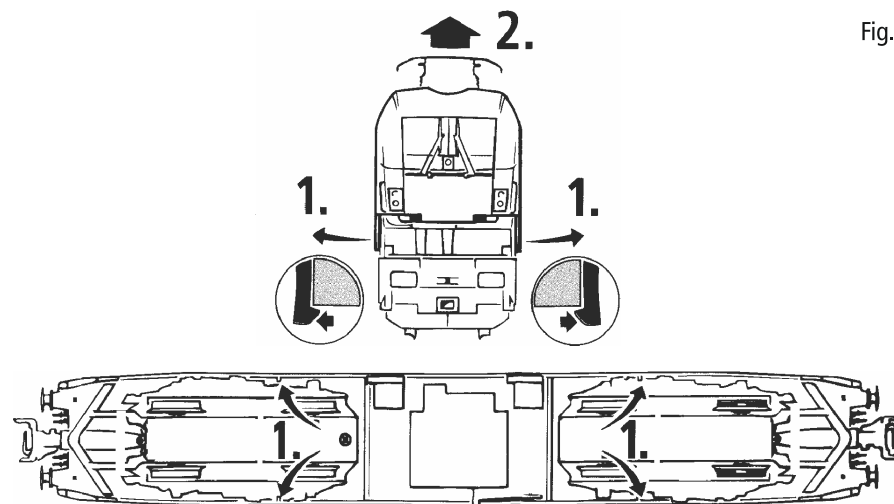

Fig.4
1. Reinigung der Radstromkontakte: Radstromkontakte können auf unsauberen Schienen leicht verschmutzen. Entfernen Sie **vorsichtig** mit einem kleinen Pinsel **den Schmutz** an den in Fig. 4 gekennzeichneten Stellen. Dazu zuerst den Getriebedeckel abnehmen (Fig. 8).
roues: Les lames de contacts risquent de s'encrasser rapidement sur des voies poussiéreuses. Veuillez **enlever la poussière** aux endroits marqués à la fig. 4 à l'aide d'un petit pinceau souple. A ces fins démontez d'abord le bogie (fig. 8).
2. Graissage: N'appliquez **qu'une tout petite goutte** aux endroits indiqués par le plan de graissage (fig. 6) après avoir démonté la caisse de la locomotive (fig. 4). Nous vous recommandons **le graisseur à huile Roco réf. 10906**. Pour graisser les engrenages (roues dentées, vis sans fin) nous vous conseillons la **graisse spéciale Roco réf. 10905** pour engrenages en matières synthétiques. Lorsque vous utilisez cette graisse il faut éviter d'huiler ces composants.
1. Cleaning of wheel contacts: Wheel contacts easily get dirty on tracks which are not entirely clean. Use a small brush to **remove dirt** from spots marked in fig. 4. Prior to cleaning the contacts dismantle the bogie (fig. 8).
Fig.4 a